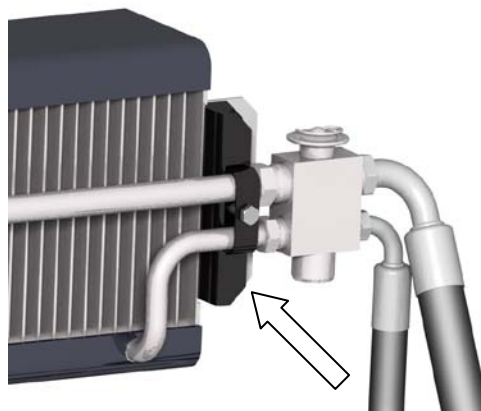

Рис.4 Крепление трубок испарителя.
4.5.8 Закрепить трубки на корпусе испарительно-отопительного блока с помощью кронштейна испарителя 11-020100-00, скобы 11-020110-10 и болта М6х35 ГОСТ 15589-70. Момент затяжки 14...17 Н.м(1,4...1,7 кгс.м) (ключ гаечный 10 ГОСТ 2839-80) см.рис. 4.